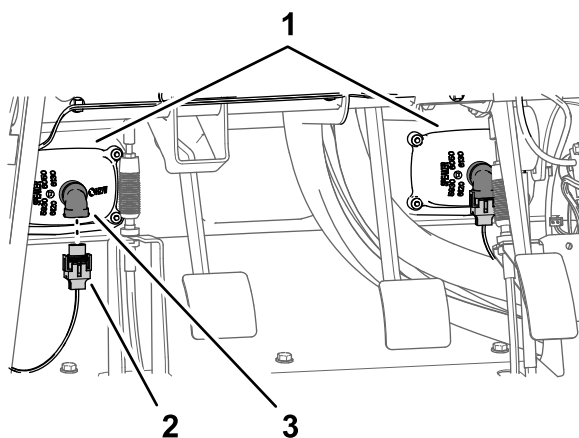

Рисунок 242
3. Подсоедините 2 электрических разъема (2-гнездовых) жгута проводов машины к 2-штыревым разъемам левой и правой фар (Рисунок 242).
1. Совместите внутренний кожух крыла с левой верхней и левой нижней трубами рамы (Рисунок 242).